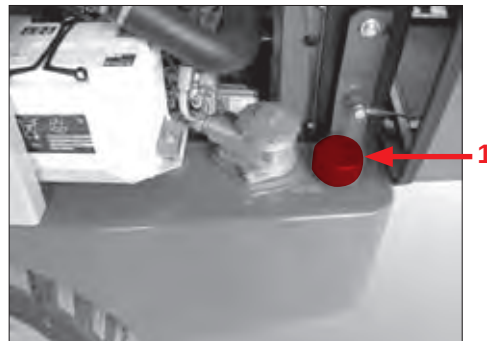
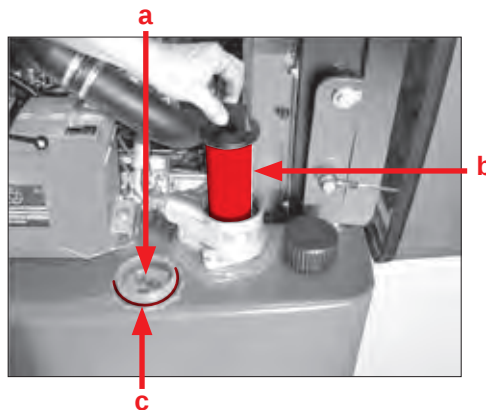

Fig. 89
Fig. 93
Ventilationsfilteret sidder på den hydrauliske olietank pos. 1 (Fig. 89). Det sørger for ventilation og udluftning af den hydrauliske tank ved svingende hydraulisk oliestand. Ventilationsfilteret indeholder et filterelement, som forhindrer støv og snavs i at trænge ind samt oliestæk i at trænge ud. I ventilationsfilteret sidder der en ventil, som holder tanktrykket på ca. 0,5 bar. Dette tryk slipper ud, hvis den hydrauliske oliestuds åbnes!
11. Luk oliestuds pos. 1 (Fig. 89)!
- Åbn forsigtigt studsene til påfyldning af hydraulisk olie pos. 1 (Fig. 89), så trykket kan slippe ud af tanken.
1. Åbn studsene til påfyldning af hydraulisk olie pos. 1 (Fig. 89).
5. Luk studsene til påfyldning af hydraulisk olie pos. 1 (Fig. 89).
1. Tag filterindsatsen pos. b (Fig. 93) ud.
5. Fyld hydraulisk olie i oliestudsens pos. 1 (Fig. 89), indtil oliestanden har nået markeringen „maksimum“.
- Tøm trykket ud af den hydrauliske olietank ved at åbne påfyldningsstudsens til hydraulisk olie pos. 1 (Fig. 89), før dækslet til filterhuset pos. a (Fig. 93) skrues af! Ellers presses der olie ud af filterhuset, som kan komme i miljøet.
1. Skru dækslet til filterhuset pos. a af (Fig. 93).
2. Tag filterelementet pos. b (Fig. 93) ud.
4. Kontrollér tætningen pos. c (Fig. 93). Udskift tætningen, hvis den er i stykker.
5. Skru dækslet til filterhuset pos. a på (Fig. 93).
6. Luk studsene til påfyldning af hydraulisk olie pos. 1 (Fig. 89).